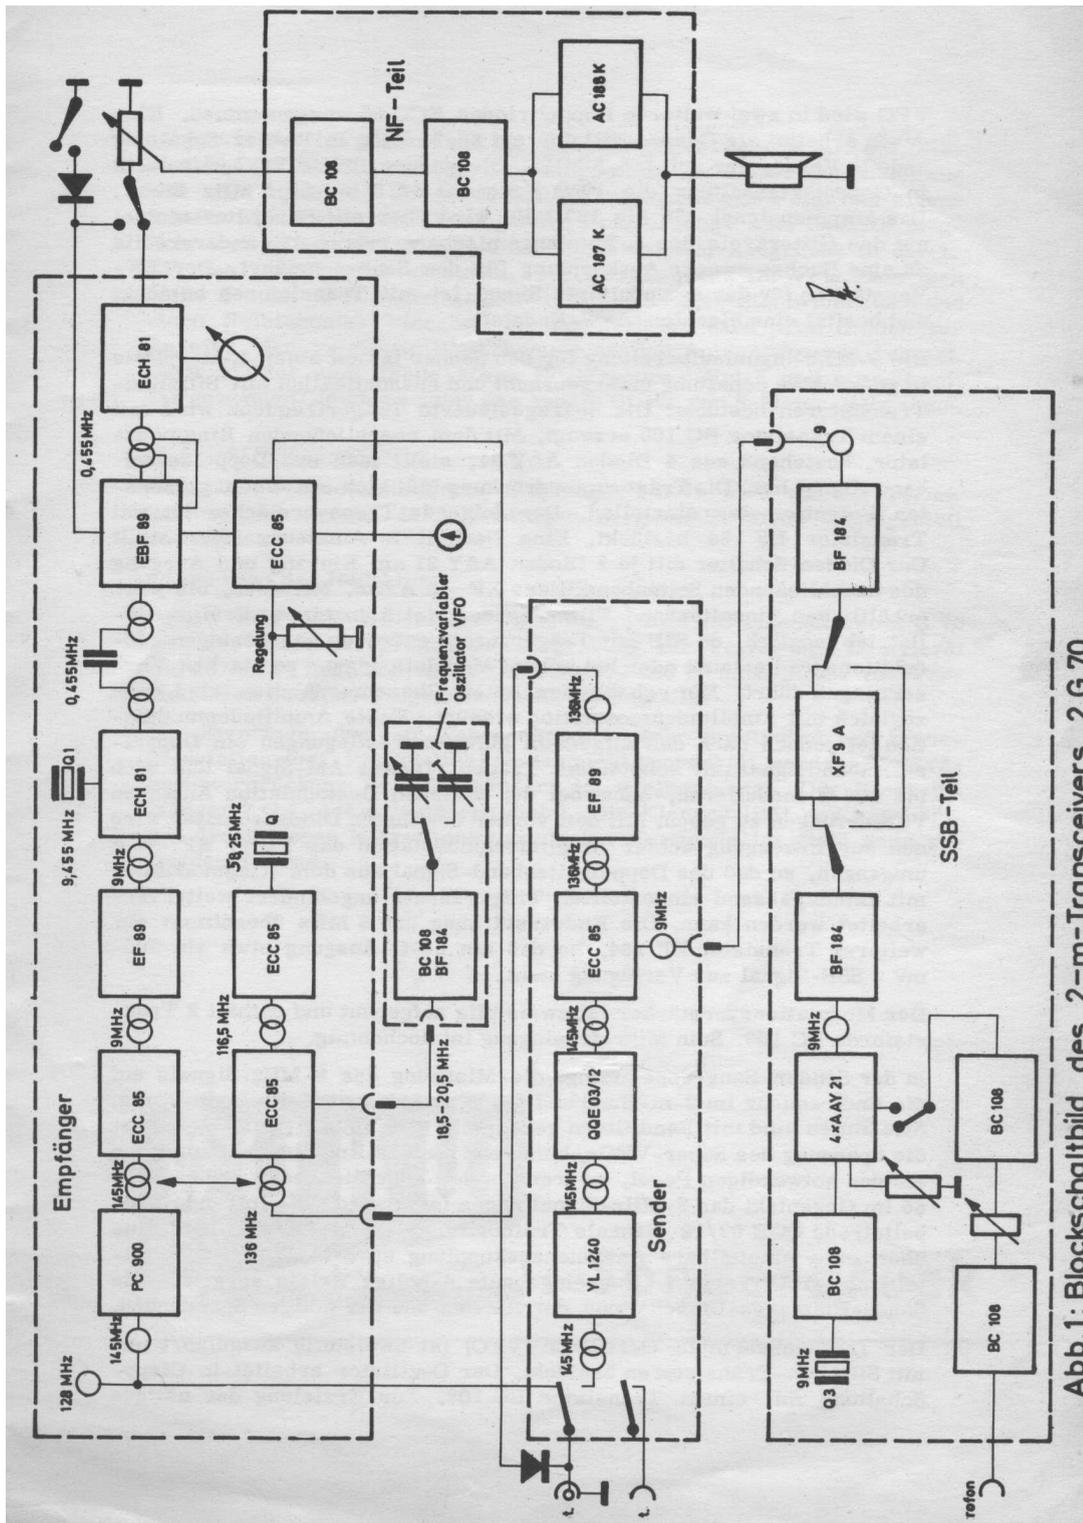

Abb. 1: Blockschaltbild des 2-m-Transceivers 2 G 70
1. Die Gesamtschaltung des Transceivers 2 G 70 (Abb. 1)
Die Gesamtschaltung des Sendeempfängers ist in einzelne Baugruppen nach Abb. 1 aufgeteilt. Die Empfängerplatte umfaßt vom 2-m-Antennen-eingang bis zu den NF-Ausgängen hinter den Demodulatoren alle notwendigen Stufen, einschließlich der Frequenzaufbereitung für den Super-VFO. Nur der frequenzvariable Oszillator selbst ist eine besondere Baueinheit. Als HF-Verstärker arbeitet eine individuell neutralisierte Triode PC 900. Die Spiegelfrequenz zur 1. ZF, die zwischen 127 und 129 MHz liegt, wird von einem Sperrkreis in der Antennenzuleitung unterdrückt. Die Kopplung zwischen der HF-Vorstufe und dem 1. Mischer erfolgt durch ein Bandfilter. Damit wird eine genügende Weitabselektion erreicht. Der 1. Mischer arbeitet gitterseitig in Gegentakt-schaltung, auch für die hier eingespeiste Hilfsfrequenz vom Super-VFO und anodenseitig in Eintaktschaltung. Der Arbeitspunkt der beiden Steuergitter ist durch eine feste negative Vorspannung so eingestellt, daß die Summen-Eingangs-Kennlinie nach Art eines Gegentaktverstärkers eine möglichst lange Gerade bildet. Alle Eingangssignale werden daher linear behandelt, so daß eine Kreuzmodulation weitgehend vermieden wird. Der Mischvorgang erfolgt erst an den parallel geschalteten Anoden. Der 1. Zwischenfrequenz-Verstärker mit einer Röhre EF 89 ist über ein zweikreisiges Bandfilter an den Mischer angekoppelt. Der Primärkreis ist wegen des geringen Trioden-Innenwiderstandes niederohmig. So behält das Bandfilter fast seine volle Leerlaufgüte. Dies ist wichtig, damit in der Röhre EF 89 durch Weitab-Signale keine Übersteuerungen auftreten können. Ein weiteres 9-MHz-Bandfilter dient zur Ankopplung an den 2. Mischer mit einer Röhre ECH 81. Hier wird mit einer quarzgesteuerten Oszillatorfrequenz von 9,455 MHz auf die 2. ZF von 455 kHz umgesetzt. Die Nahselektion erreicht man durch ein nachfolgendes Vierkreis-Filter, während das Pentodensystem einer Röhre EBF 89 als 2. ZF-Verstärker ein weiteres ZF-Filter speist. Hier wird mit den Diodenstrecken der Röhre EBF 89 die Regelspannung erzeugt und die Gleichrichtung der AM-Signale bewerkstelligt. Anschließend durchlaufen sie noch einen sehr wirksamen, abschaltbaren Störaustaster. Ein Produktdetektor (eigentlich auch eine Mischstufe) mit der Röhre ECH 81 gestattet es, Telegrafie- und Einseitenband-Signale zu demodulieren. Der Schwebungs-Oszillator (BFO) ist im Durchlaßbereich der 2. ZF abstimmbar. Zur Ankopplung der Regelleitung und des S-Meters an die Regeldiode dient eine Röhre ECC 85 als doppelter Kathodenfolger. Die Frequenzaufbereitung für den Super-